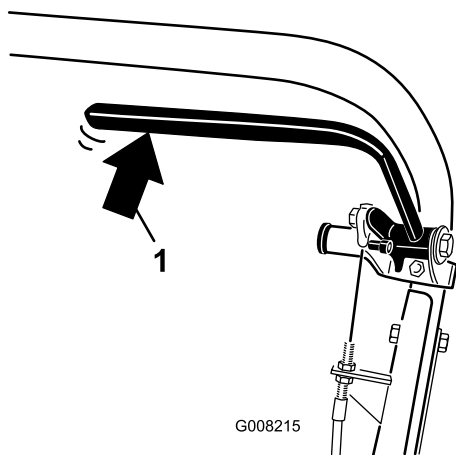

Рисунок 35
2. Используя пружинные весы, отожмите рычаг рабочего тормоза назад (Рисунок 35). Отпускание тормоза должно происходить при приложении усилия 13,5 - 18 кг. Если стояночный тормоз отпускается раньше, чем будет приложено усилие 13,5 - 18 кг, требуется регулировка тросика тормоза. Перейдите к этапу 3.